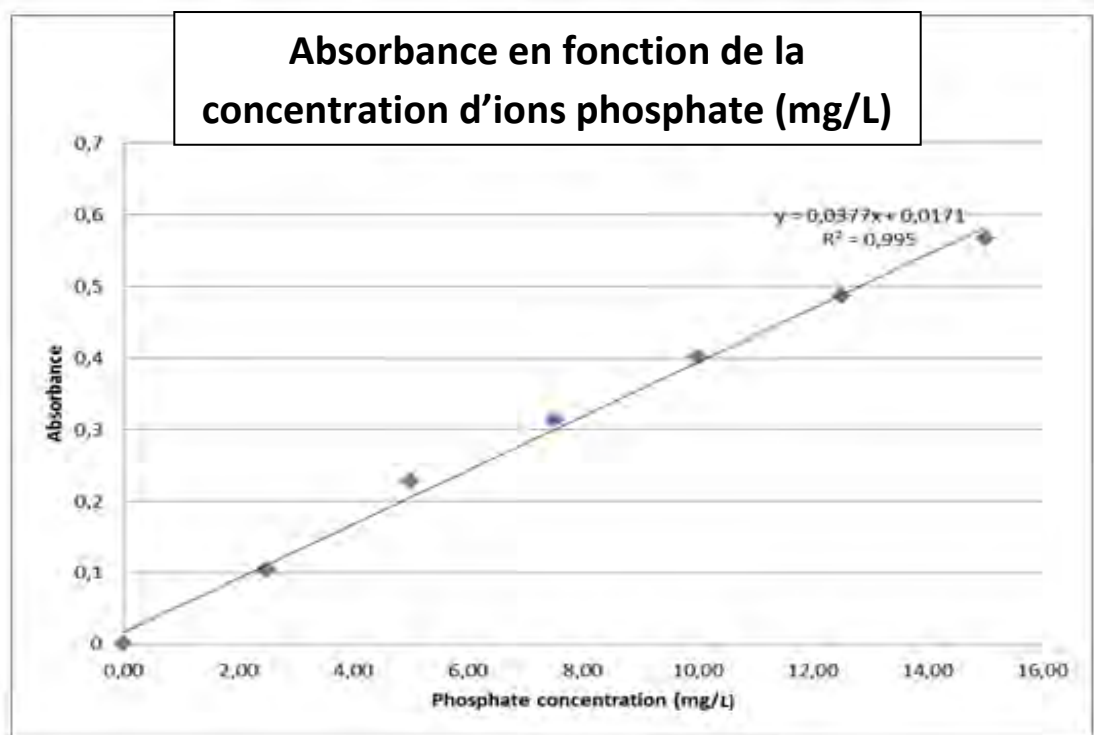

Figure 1.5. Courbe d'étalonnage montrant la corrélation entre Absorbance-Concentration en Phosphate
8. Utilisez la courbe d'étalonnage (**figure 1.5**) pour déterminer la concentration